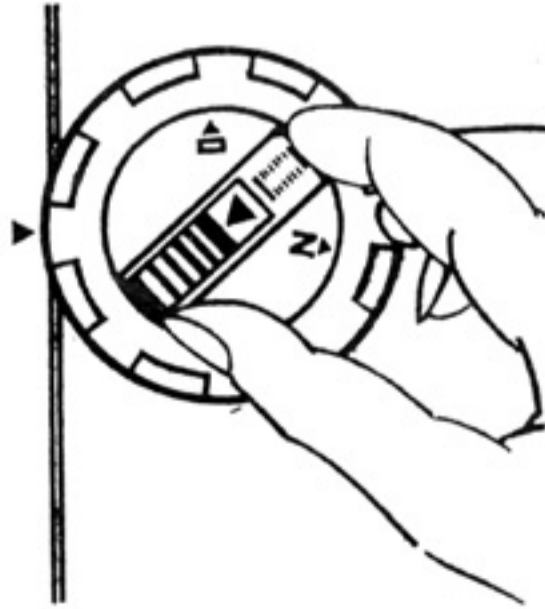

Рис. 26
20. Центральное управление Швейными программами (рис. 26 и 27)